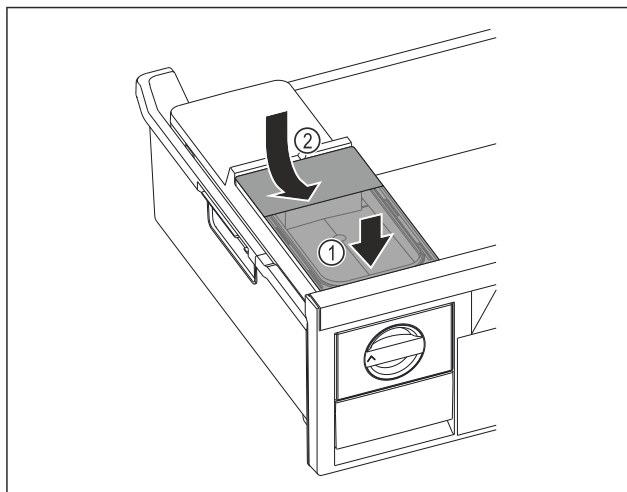

Fig. 81
- ▶ Nasadte vpředu nádržku na vodu. Fig. 81 (1)
- ▶ Spusťte nádržku na vodu vzadu dolů. Fig. 81 (2)